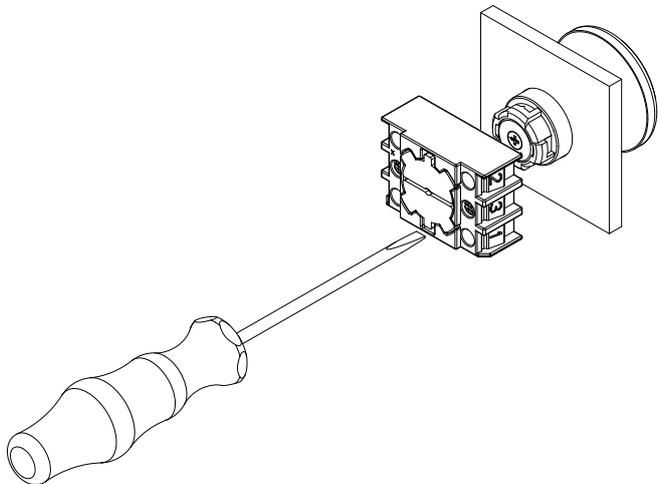

Fig. 4
2. A desmontagem do flange de montagem é realizada soltando ambos os parafusos do flange de montagem. De seguida, rodar o flange de montagem aprox. 45 graus no sentido dos ponteiros do relógio e retirá-lo (ver a fig. 4).